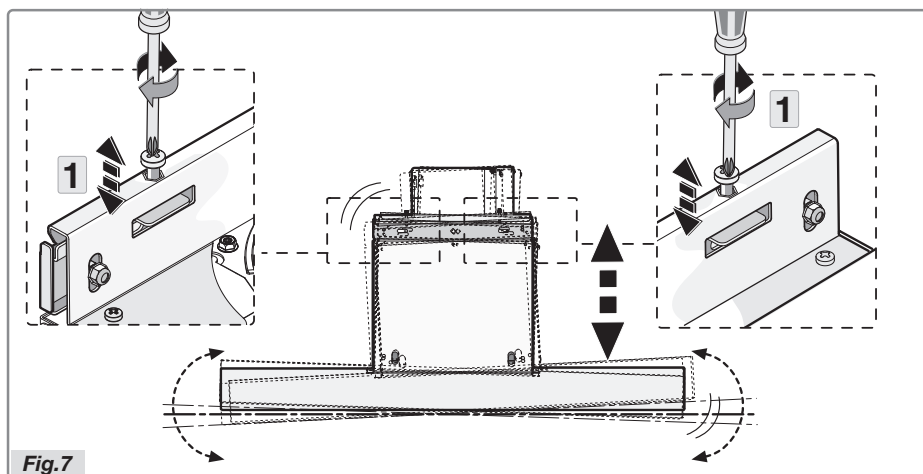

Fig.7
- Alignez la hotte horizontalement en utilisant les deux vis d'alignement (figure 7 étape 1.).